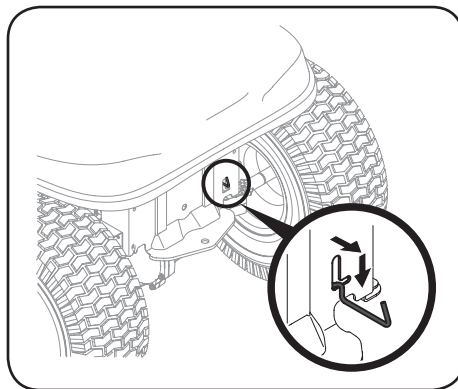

Figura 2-13
1. Localice la varilla de derivación hidrostática en la parte trasera del tractor. Consulte la Figura 2-13.